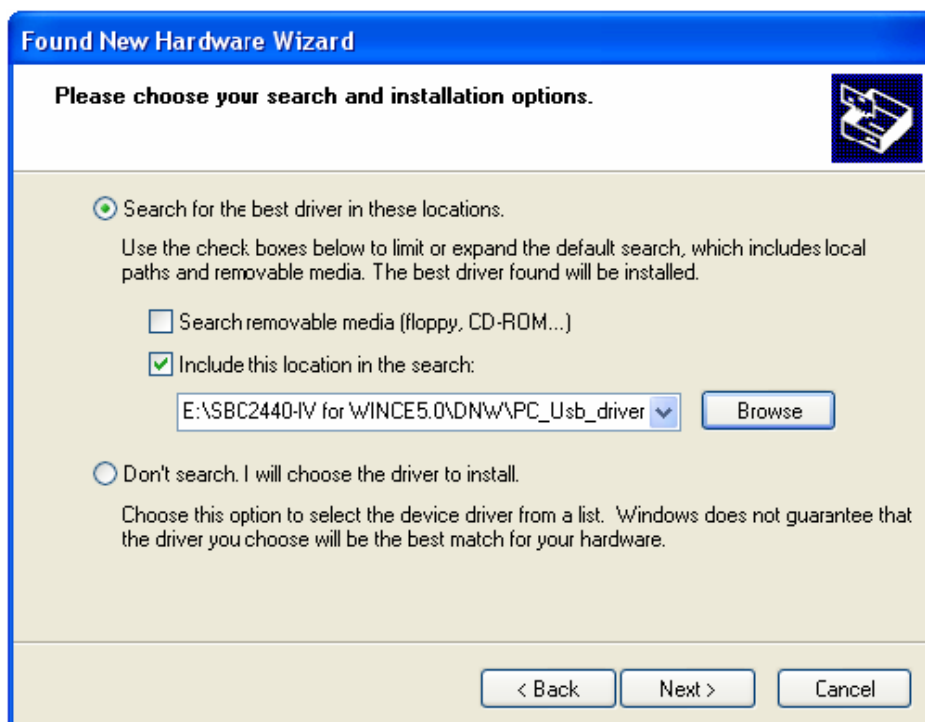

图 B.3 打开目录
3. 在图 B.3 所示的“Search for the best driver in these locations”选项下指定 USB driver 的路径，驱动位于 Tools\Usb_Driver 目录，然后单击“Next”继续。